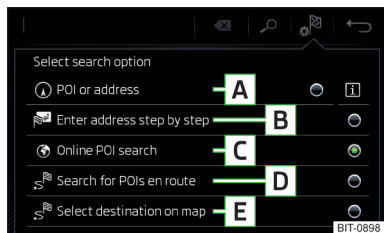

Abb. 224
### Funktionsflächen » Abb. 224
- › Anschließend die Funktionsfläche eines der Menüpunkte für die Zielsuche **A**, **C** oder **D** antippen » Abb. 224 auf Seite 192.
- › Anschließend die Funktionsfläche → **E** » Abb. 224 auf Seite 192 antippen.